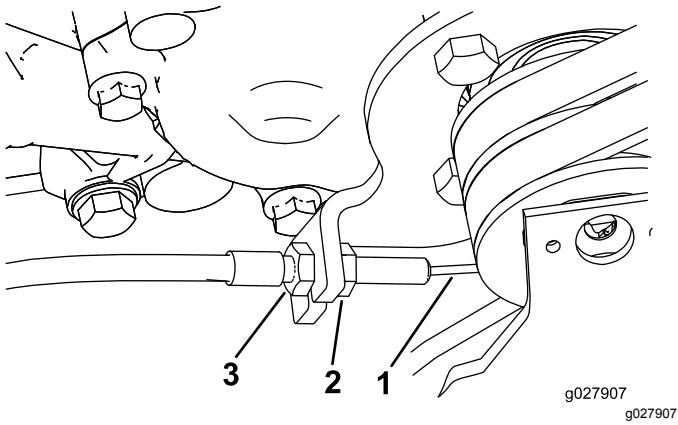

Figura 49
3. Para aumentar la tensión del cable, afloje la contratuerca delantera del cable y apriete la contratuerca trasera del cable (Figura 49) hasta que la fuerza necesaria para engranar el control de tracción sea de 8 a 9 N·m.